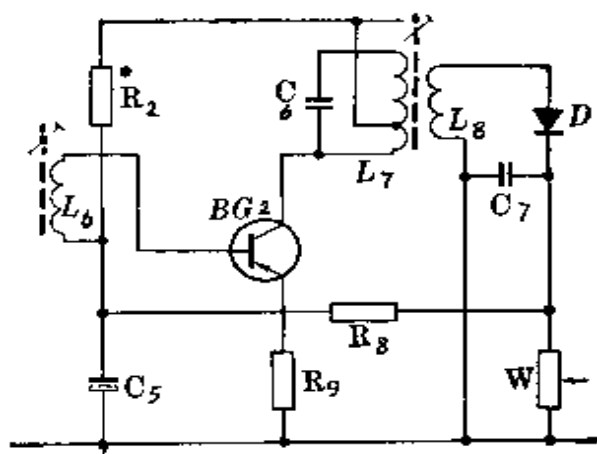

图 8-18
2. 中频放大器电路：图 8-18 是超外差式五管机的中频放大器电路(采用分压式电流负反馈偏置电路)。电路中， $R_2$  为  $BG_2$  的上偏流电阻， $R_8$  与电位器  $W$  共同组成  $BG_2$  的下偏流电阻。发射极电阻  $R_9$  用于稳定三极管的工作点。在  $R_9$  两端没有并联旁路电容，让交流信号通过  $R_9$ ，这样做交流信号虽然会有一些损失，但能够改善音质。 $C_6$  和中频变压器初级  $L_7$  组成选频电路。 $C_5$  是旁路电容，同时又与  $R_9$  构成自动增益控制电路(这个电路将在后面介绍)。在变频电路中，经过选频后的